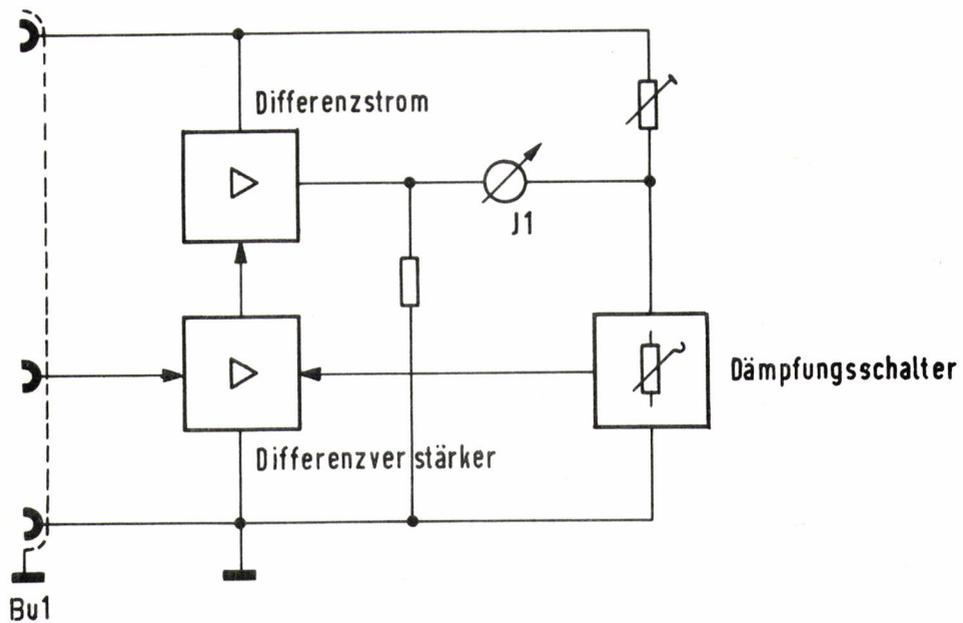

Bild 12 Anzeigedehner AZD-1
5.5 Anzeigedehner AZD-1 (siehe Bild 12)